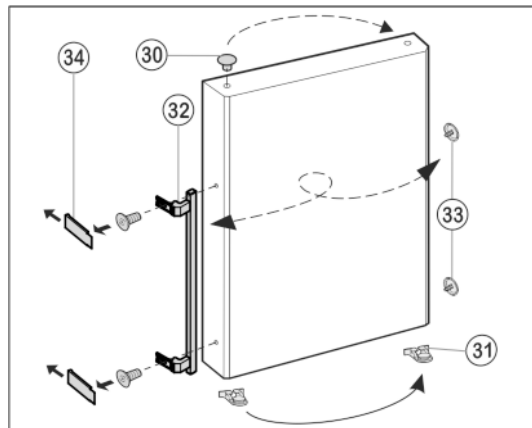

Fig. 11
- ▶ Витягніть пробки Fig. 11 (30) із втулок на дверцятах і переставте їх.
- ▶ Зніміть ручку дверцят Fig. 11 (32), пробки Fig. 11 (33) та пластини\* Fig. 11 (34) і переставте на протилежний бік.